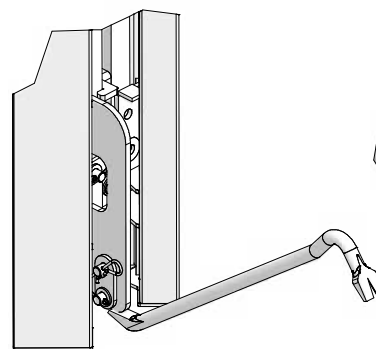
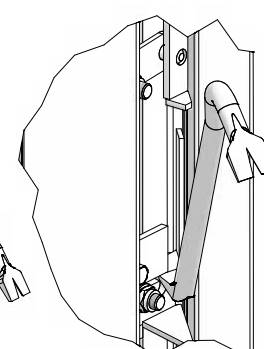

Fig. 35.3
Fig. 35.4
4. Utiliser un pied-de-biche pour actionner l'angle intérieur décoffrant. Le levier à genouillère est poussé vers le haut par l'action du pied-de-biche. Le pied-de-biche peut être utilisé en bas au niveau du Point A (Fig. 35.3) ou à mi-hauteur au niveau du Point B (Fig. 35.4). Cela permet de détacher le coffrage du béton sans forcer.